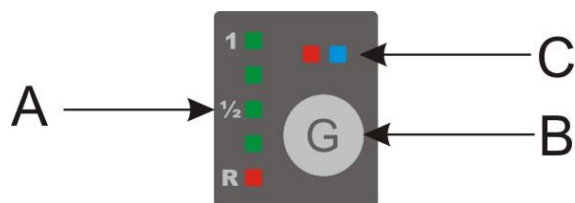
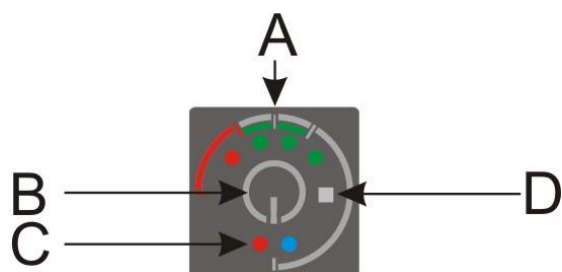

Рис. 2.1 Панель управления Diego G3.
Рис. 2.2 Панель управления DG4.
Панель управления предназначена для связи водителя с блоком управления Diego G3 (Рис. 2.1) NEVO / NEVO-SKY (Рис. 2.2, 2.3, 2.4), выполняет следующие задачи:
2.2 Датчик интенсивности света (только NEVO/NEVO-SKY) (Рис. 2.2) (D)